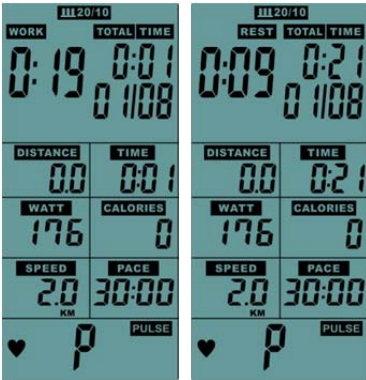

Figura 9
- C.** El icono "READY" cuenta hacia atrás de 3 a 0, mientras tanto con un pitido corto (figura 7), la pantalla LCD "01 / XX" ("01" parpadea). El icono "WORK" parpadea una vez cada 1 segundo con un zumbador. (brillante 0,75s/apagado 0,25s), el icono "TIME" cuenta hacia atrás de 10s a 0s, DISTANCE, CALORIES, WATTS, SPEED, RPM cuentan según la operación. (figura 9).